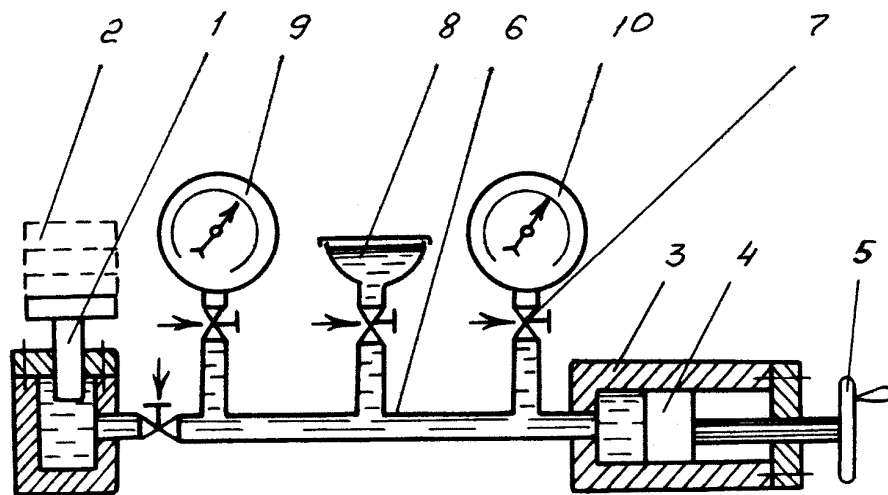

Рис. 1.9. Схема установки для поверки пружинных манометров
Установка для поверки пружинных манометров (рис. 1.9) включает в себя образцовый грузопоршневой 1 и пружинный 9 манометры, бачок с маслом 8, поверяемый рабочий манометр 10 и прессовое устройство 3, с помощью которого в системе создается необходимое давление.
В грузопоршневом манометре (рис. 1.9) сила давления масла на хвостовик подвижного поршня, герметичность которого обеспечивается только за
3. Закрывать вентили у всех манометров (рис. 1.9);